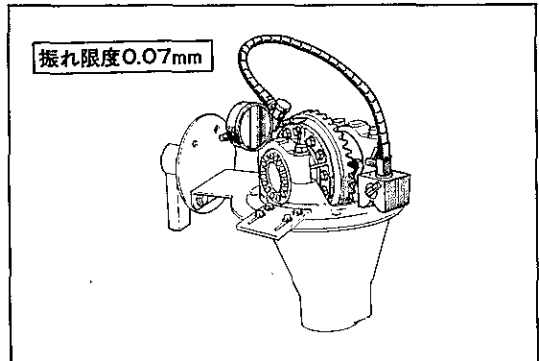
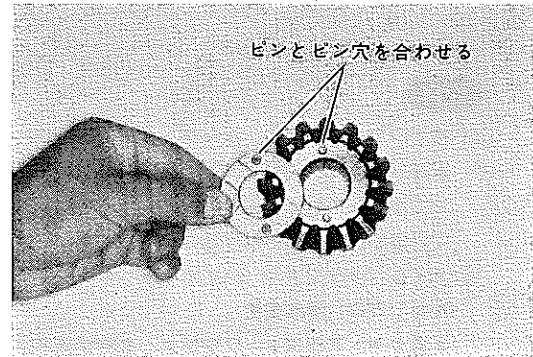

図4-5-46 リング ギヤ振れ点検
図4-5-54 メンバ スラスト ワツシャの組み付け P7379
- ⑧クラッチ メンバ スラスト ワツシャは油溝の方をクラッチ メンバ側にし, ストレート ピンのワツシャ穴に合わせる。
- ⑦クラッチ メンバ LH, RH組み付け時, 長手方向端面にあるセット番号を同一方向にし, 長手方向をセンタリングさせる。
- ⑨ケース カバーの組み付けはクラッチ メンバ組み付け後, 図4-5-46の⑧~⑩までを一体にして組み付ける。 (図4-5-54参照)